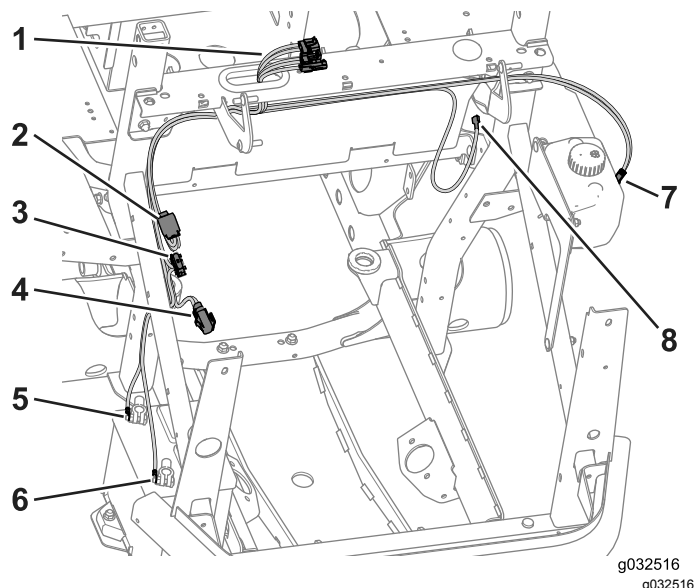

Figure 39
1. Faites passer les 3 connecteurs de la cabine dans le passe-câble (Figure 39).
2. Faites passer le câble d'alimentation auxiliaire en travers du support de cadre, puis faites-le descendre le long du tube du ROPS, vers les commandes de l'utilisateur (Figure 39).
3. Faites passer le câble du lave-glace en travers du support de cadre, puis faites-le descendre le long du tube du ROPS, vers le réservoir de lave-glace (Figure 39).